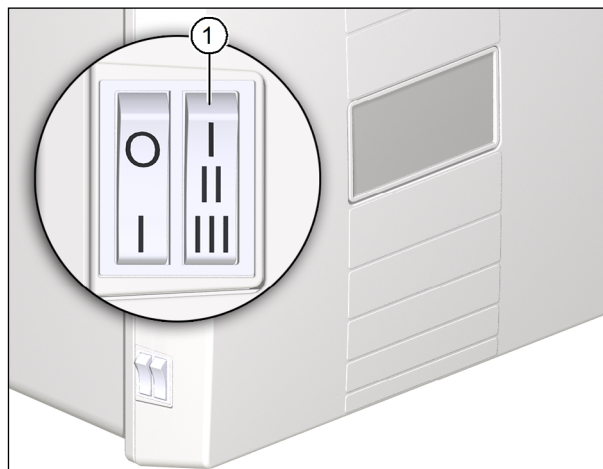

Fig. 17: Réinitialiser l'indicateur du changement de filtre
- ▶ Choisissez en trois secondes sur l'interrupteur à bascule (pos. 1 in Fig. 17) les niveaux de ventilation les uns après les autres **I-II-III-II-I**.
- ▶ Lorsque l'appareil émet des bips, choisissez à nouveau en trois secondes sur l'interrupteur à bascule (pos. 1 in Fig. 17) les niveaux de ventilation les uns après les autres **I-II-III-II-I**.